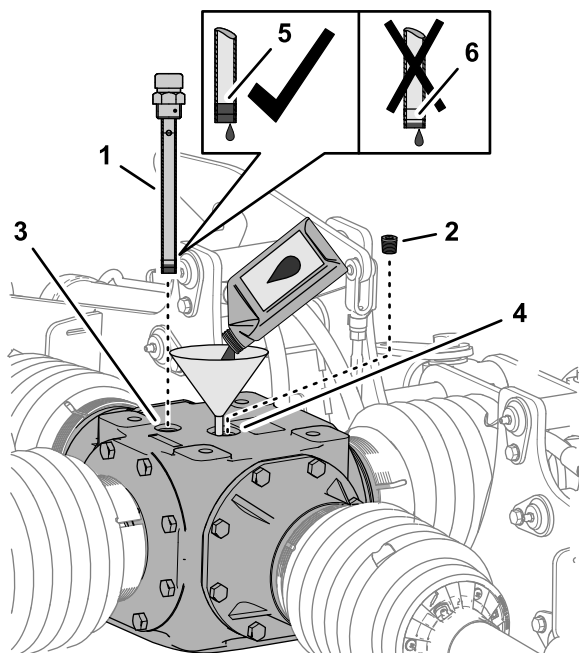

図 61
1. 中央のギアボックスの上部にあるディップスティックポートからディップスティックを抜き取ってきれいに拭く図 61。
2. ギアボックス上部の補給ポートについているプラグを外す図 61。
3. 補給ポートから所定のギアオイル 2,484 mL を入れる図 61。
4. ポートにディップスティックをねじ込んでから抜き取ってオイルの量を調べる図 61。
6. 給油ポートにディップスティックをねじ込んで締め付ける図 61。
7. 補給ポートに補給プラグをねじ込んで締め付ける図 61。